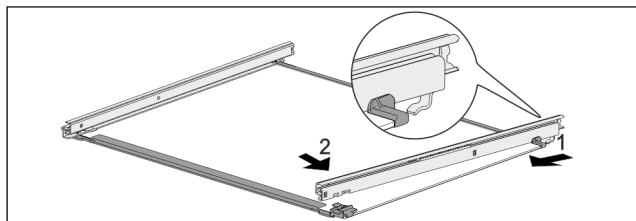

Fig. 85 Placa de vidrio con guías
- ▶ Enganche la guía por detrás. Fig. 85 (1)
- ▶ Encastre la guía por delante. Fig. 85 (2)